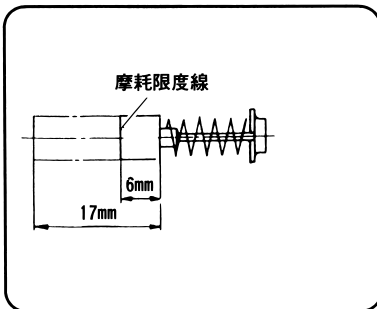

図 51
- 注** ●新品と交換の際は、必ず弊社指定のカーボンブラシをご使用ください。（図 51）